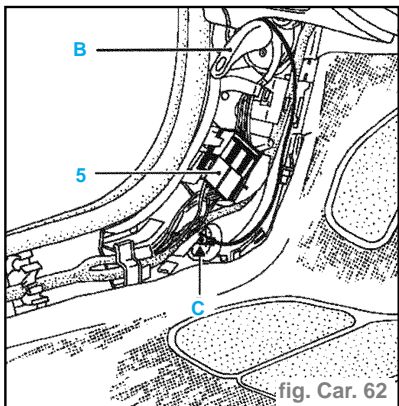

fig. Car. 62
- Ôter la poignée de commande d'ouverture capot (B). (fig. Car. 62)
- Déconnecter le faisceau (5) et déposer la vis des fils de masse (C).